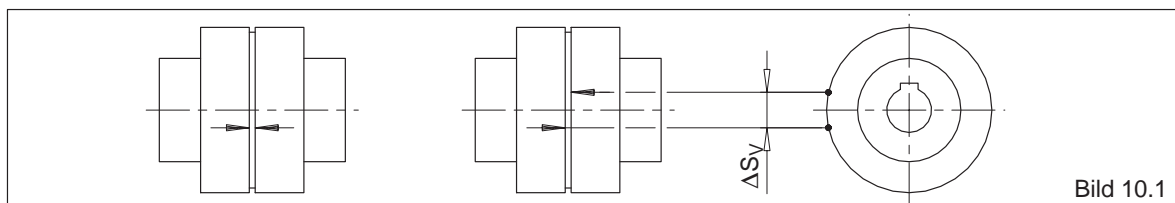

Bild 10.1
Om det för driften inte är en nackdel att kopplingen uppvisar ett ökat kopplingsspel, kan de elastiska paketen (12) få sitta kvar tills att en definierad slitagegräns har nåtts, innan de byts ut. För att kunna bedöma slitaget presenteras det tillåtna vridglappet, som omräknats till kordan ΔS_V på den yttre kopplingsdiametern, i tabell 10.1a respektive 10.1b. För att kunna fastställa måttet ΔS_V , vrids en kopplingsdel utan vridmoment till anslaget och en markering görs på en kopplingsdelen (se bild 10.1). Genom att sedan vrida kopplingsdelen i den motsatta riktningen till anslaget, går markeringarna isär. Avståndet mellan markeringarna utgör kordan ΔS_V . Överskrider måttet ΔS_V det värde som anges i tabell 10.1a respektive 10.1b, behöver paketen (12) bytas.